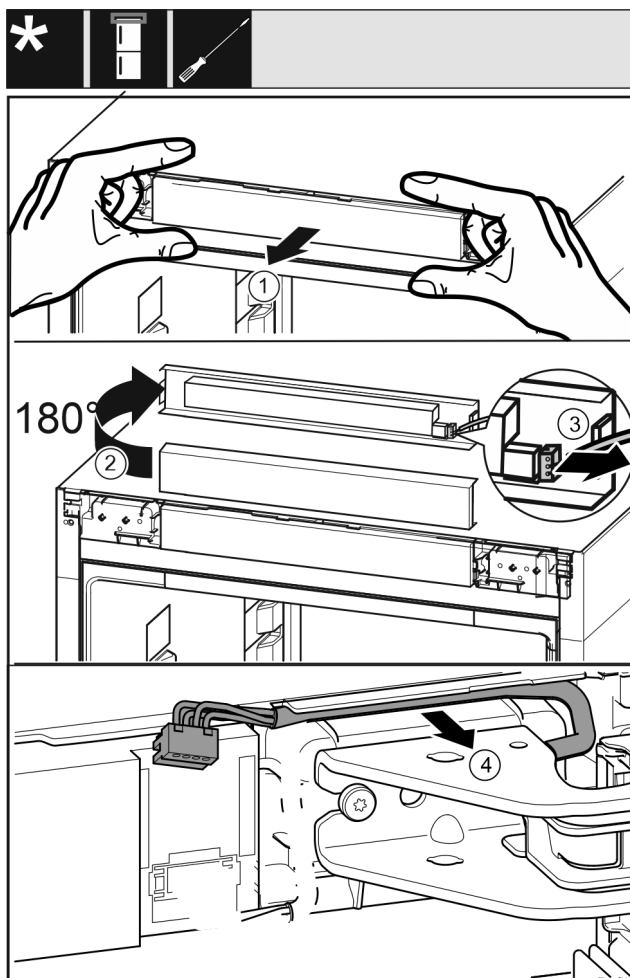

Fig. 6
- ▶ Løsne betjeningsdekslet til apparatet forsiktig fremover. Fig. 6 (1)
- ▶ Vri betjeningsdekslet oppover 180°. Fig. 6 (2)
- ▶ Trykk låsetappen bakover, og trykk pluggen forsiktig ut. Fig. 6 (3)
- ▶ Løsne kabelen over lagerbukken forsiktig ut av føringen. Fig. 6 (4)